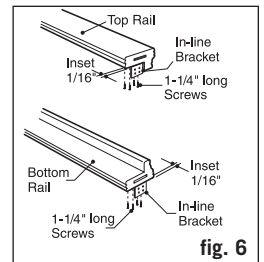

fig. 6
Step 8: Locate in-line brackets on underside of bottom rail. Using an in-line bracket as a template, inset the bracket 1/16" from end and on-center of rail, mark the four hole locations. Pre-drill each marked location with 1/8" drill bit, 1-1/4" deep, drilling into second layer of material, and attach with 1-1/4" screws (Figure 6). Repeat for the other end of rail. Place aluminum insert (sold separately) into the hollow space in top rail so both ends are flush. Locate in-line brackets on the bottom of the top rail – placing the bracket on-center of the flat area and 1/16" from end – mark the four holes. Pre-drill each marked location with 11/64" drill bit, 1-1/4" deep, drilling into second layer of material, and attach with 1-1/4" screws (Figure 6). Repeat for the other end of rail. Use the 11/64" drill bit only for connections that are through the aluminum insert. Please note the screws must be attached through the aluminum insert. Drill three 1/4" weep holes evenly spaced through the bottom face of the lower rail into the hollow void to allow for water drainage.
Étape 8 : Placez les fixations en-ligne sous la traverse du bas. Utilisez une fixation en-ligne comme guide, déport de fixation de 1/16 po de l'extrémité et de centre-à-centre de la traverse, marquez les quatre trous. Pré-percez les trous marqués avec un foret de perceuse de 1/8 po de profondeur, puis percez dans une deuxième épaisseur de matériau et attachez avec des vis de 1 1/4 po (figure 6). Répétez à l'autre extrémité de la traverse. Placez l'insertion d'aluminium (vendue séparément) dans l'espace vide de la traverse du haut pour que les deux extrémités affleurent. Placez les fixations en-ligne au bas de la traverse supérieure en plaçant la fixation de centre-à-centre de la section à plat et à 1/16 po de l'extrémité, marquez les quatre trous. Pré-percez chaque endroit marqué avec un foret de 11/64 po, à 11/4 po de profondeur en perçant une deuxième épaisseur de matériau et attachez avec les vis de 1 1/4 po (figure 6). Répétez à l'autre extrémité de la traverse. Utilisez le foret de 11/64 po seulement pour les connexions à travers l'insertion d'aluminium. Veuillez noter que les vis doivent être attachées à travers l'insertion d'aluminium. Percez trois trous d'évacuation de 1/4 po répartis uniformément sur la face inférieure de la traverse du bas dans le vide pour permettre à l'eau de se drainer.